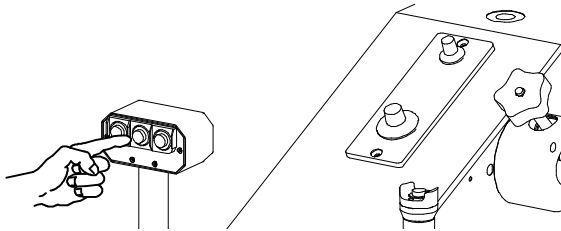

Fig. 13
d) Le bouton-poussoir no. 2 (Fig. 13), au centre de la boîte à boutons, est utilisé pour découper des matériels demi-durs en utilisant des outils avec un développement linéaire moyen.